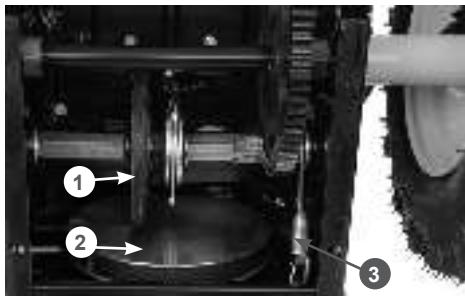

Рис. 11 Регулировка троса включения хода
- нажмите рычаг включения хода. При полностью нажатом рычаге включения хода пружина 3 должна быть растянута на 0,5 - 1 см (Рис. 11);
- отпустите рычаг включения хода. Между резиновым фрикционным колесом 1 и ведущим диском 2 должен быть зазор не менее 1 мм (Рис. 11);